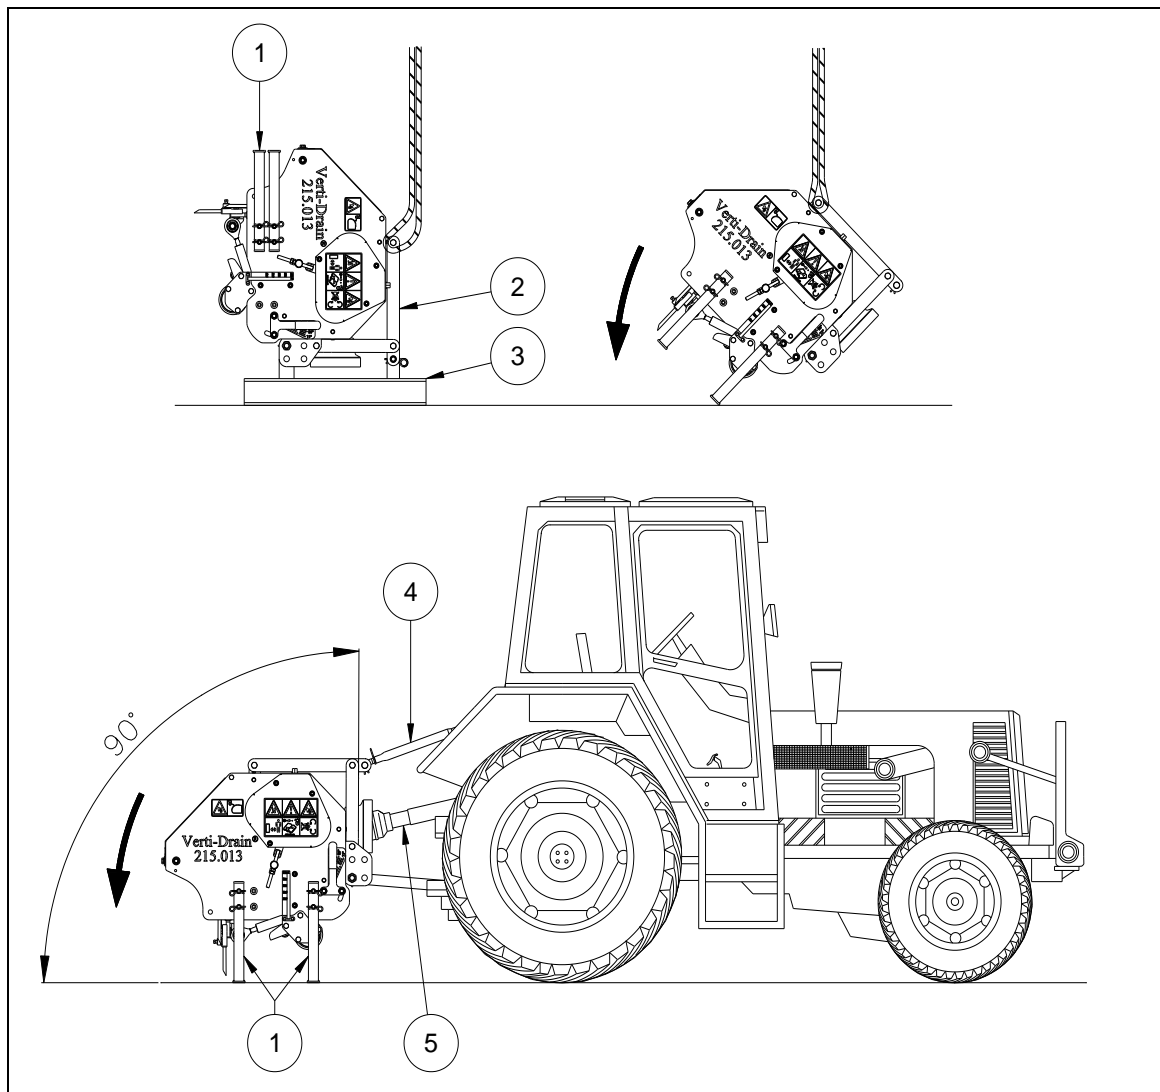
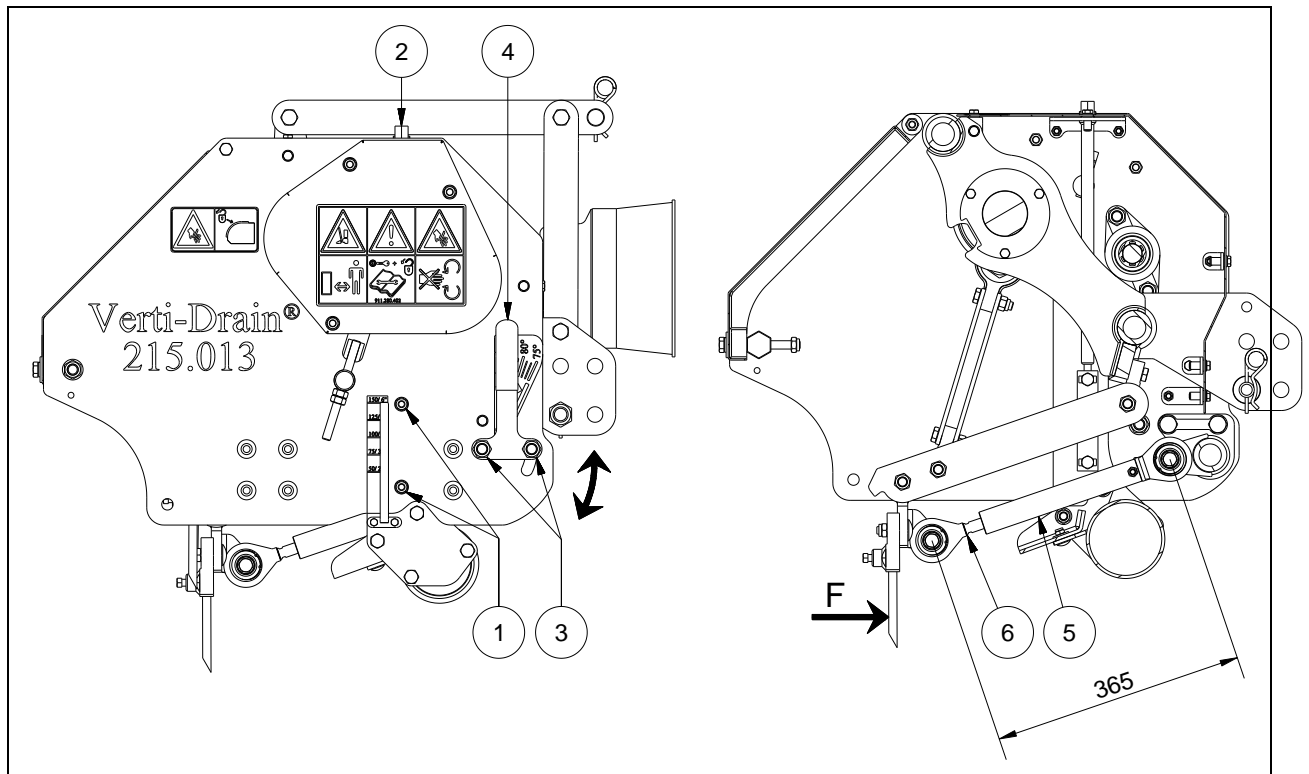

Fig. 8
Fig. 10
La máquina está en la paleta verticalmente. Se debe proceder de la manera siguiente para quitar la paleta y conseguir que la máquina llegue al suelo horizontalmente (véase la fig. 8):
Para ajustar la profundidad de trabajo (véase la fig. 10):
Para ajustar el ángulo de corriente de aire (véase la fig. 10):
1. Desenrosque las tuercas (3) de la regulación angular con una vuelta.
2. Gire con la ayuda de la palanca (4) las púas en el ángulo de corriente de aire deseado.
3. Vuelva a apretar las tuercas (3) de la regulación angular.
- A 90 grados, las púas sólo entran en el suelo rectamente si se ha ajustado la máquina adecuadamente, véase la fig. 8. Si esto no es correcto, se pueda producir la fuerza F, véase la fig. 10, que dañará la máquina.
- La longitud de la barra de tracción ensamblada (5) debe ser de 365 mm (14,4"), que se puede calibrar usando calzos para ajuste (6).
- Si el Verti-Drain® no es montado de la manera correcta tras el tractor, véase la fig. 8, varios ángulos del eje delatoma de fuerzapuedan causar vibraciones en la línea de marcha de la máquina. Estas vibraciones pueden dañar la máquina y los agujeros en el suelo.